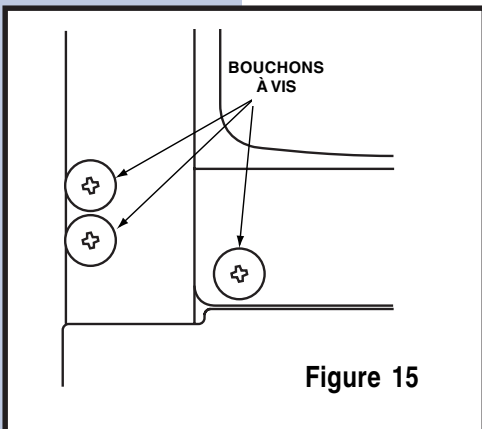

Figure 15
- 2 Enlevez les bouchons à vis en plastique (trois en haut et trois en bas) du nouvel emplacement des charnières (**Figure 15**) et enlevez le bouchon du trou de la tige de la charnière situé sur le dessus de la porte (**Figure 16**). Conservez ces bouchons.